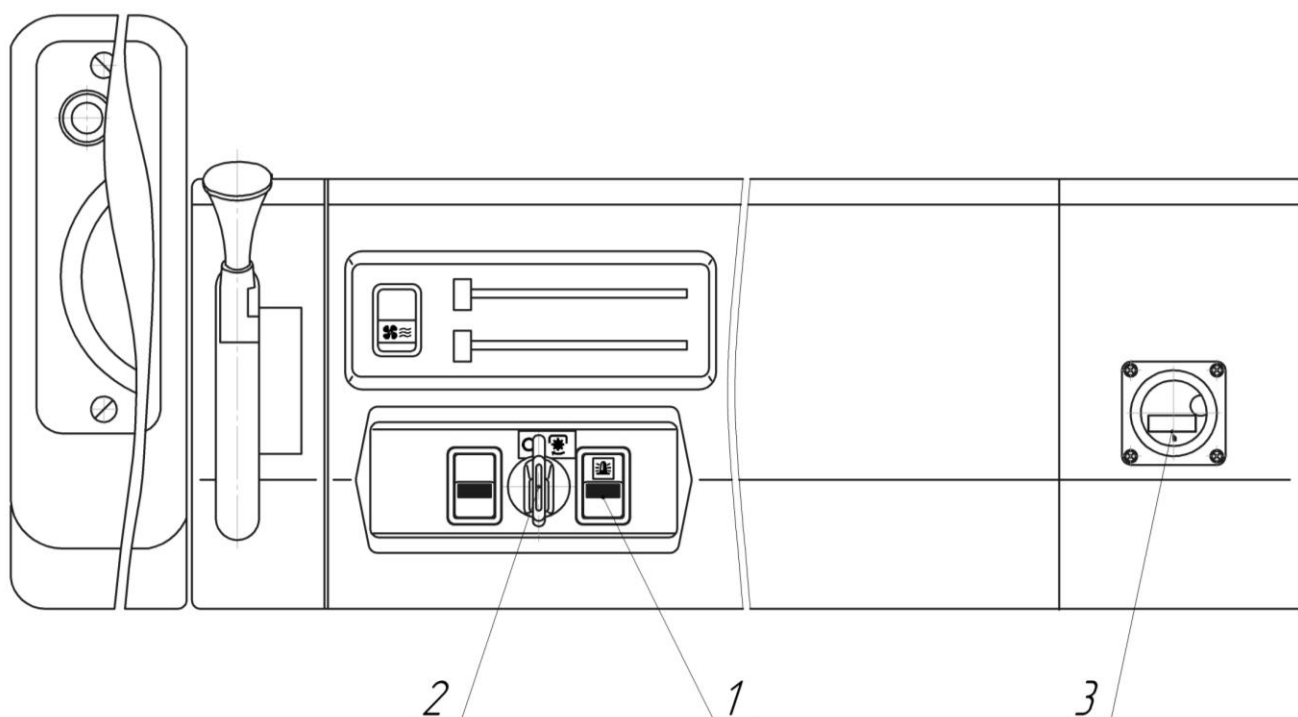

Рисунок 15. Пульт кабинный.
- включить вакуум-насос: на кабинном пульте переключатель (5) (рисунок 15) перевести в положение  предварительно выжав сцепление;
Внимание! Включать и выключать коробку отбора мощности с кабинного пульта (рисунок 15) только при выжатом сцеплении.